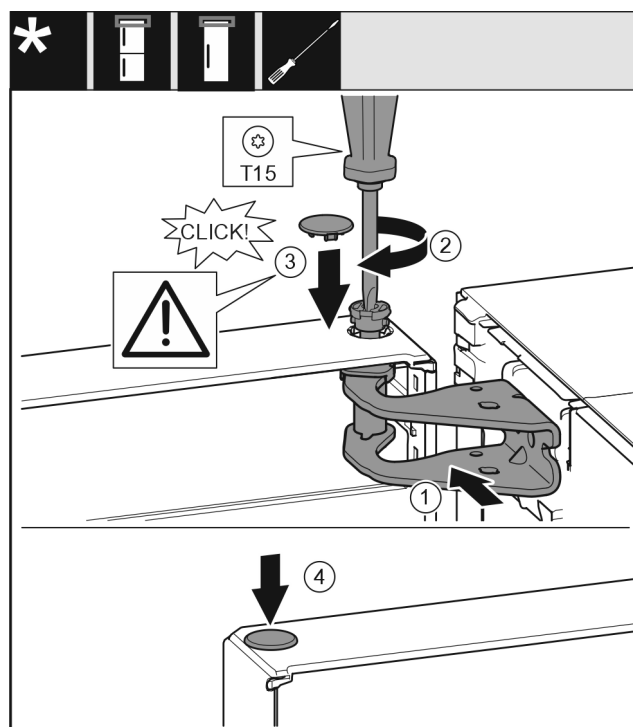

Fig. 24
- ▶ Выровняйте дверь вверх по отверстию в опорном кронштейне. Fig. 24 (1)
- ▶ Вставьте палец и затяните отверткой T15. Fig. 24 (2)
- Установите предохранительную крышку для защиты двери: Вставьте предохранительную крышку и проверьте, прилегает ли она к двери. В ином случае вставьте палец полностью. Fig. 24 (3)
- Вставьте заглушку. Fig. 24 (4)